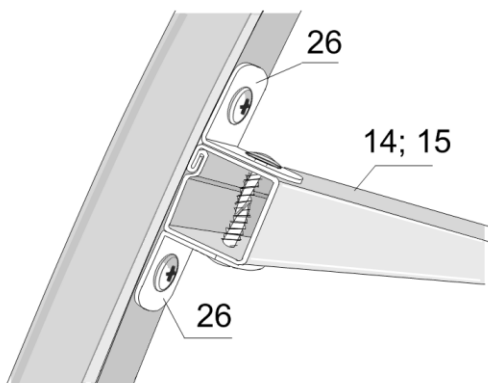

Рис. 11
3.8.1. К стрингерам № 14н; 14; 15н; 15 в местах крепления арок, обозначенные уколом, присоедините уголки 90° № 26 (см. рис. 11).
3.8.3. К верхней торцевой дуге № 1 присоедините три стрингера № 14 саморезами 4,2x16 через уголки № 26 (см. рис. 11).